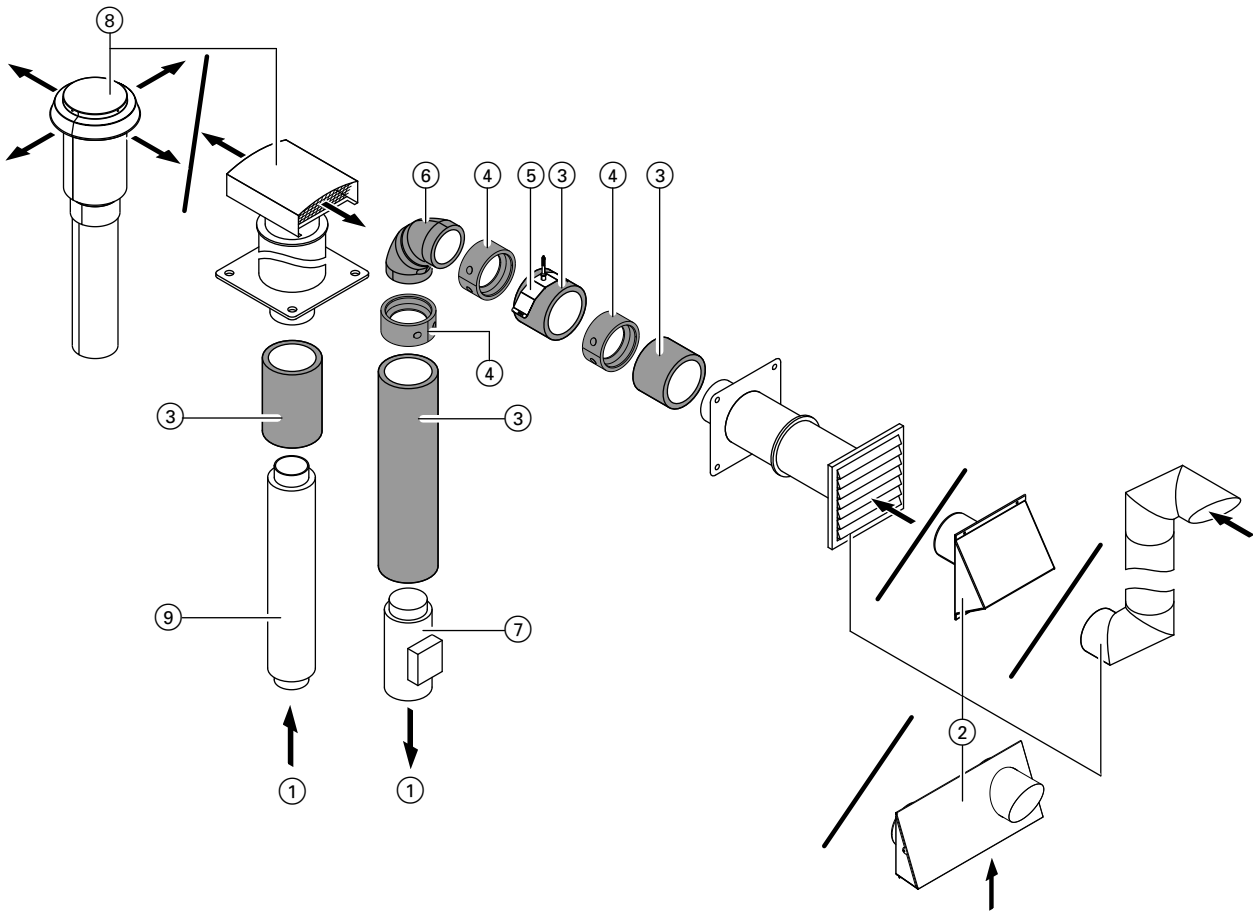

Abb. 5
**Positionen und Anschlussmaße zu Abb. 5**